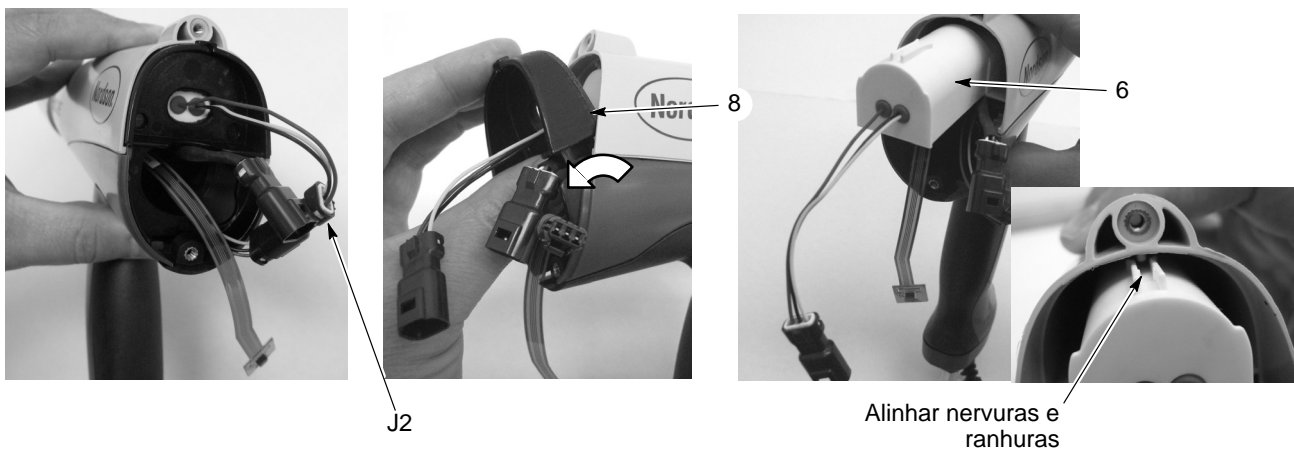

Figura 5-2 Substituição da alimentação eléctrica
2. Consulte a figura 5-2. Introduza uma chave de parafusos pequena na cavidade das fichas J2 do cabo da pistola/alimentação eléctrica para soltar o engate e desligar as fichas.
3. Puxe pela parte superior da antepara (8) e retire-a da pistola.
4. Deslize a alimentação eléctrica (6) para fora do corpo da pistola e puxe os fios da alimentação eléctrica e a ficha para fora da antepara.
11. Consulte a figura 5-2. Se retirou a alimentação eléctrica, enfie-a na cavidade superior do corpo da pistola, verificando se as nervuras-guia dentro do corpo da pistola deslizam entre as ranhuras correspondentes da alimentação eléctrica.